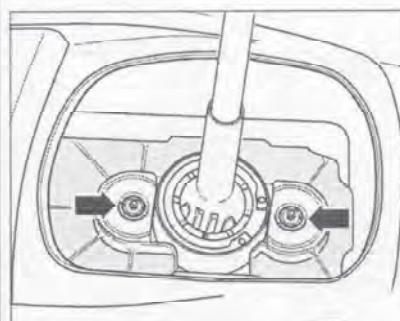

Рис. 7.25. Отверните гайки (стрелки) резинового кожуха рычага переключения передач.
2. Отверните гайки (стрелки) резинового кожуха рычага переключения передач (рис. 7.25).
3. Отверните гайки (стрелки) резинового кожуха рычага переключения передач (рис. 7.25).